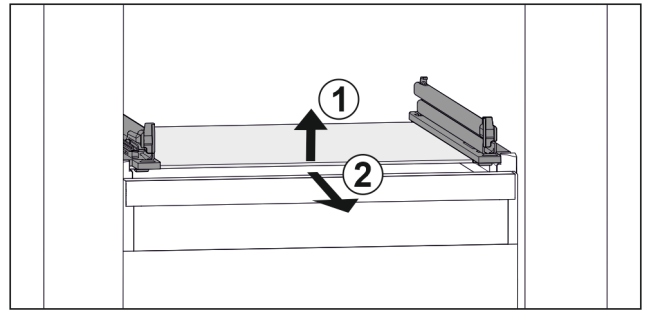

Fig. 72 玻璃隔板例图
- ▶ 抬起玻璃隔板前部。 Fig. 72 (1)
- ▶ 向前取出玻璃隔板。 Fig. 72 (2)